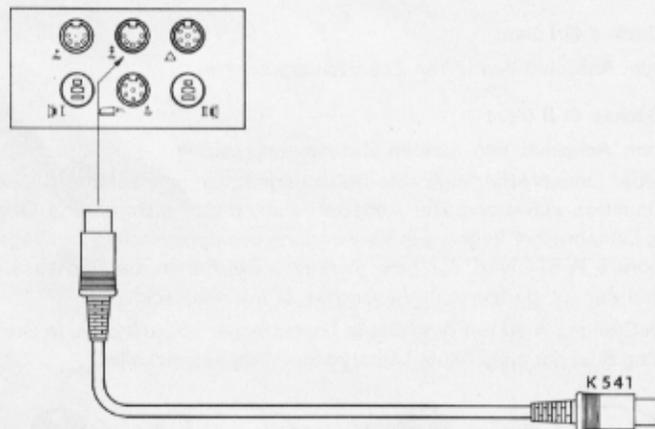
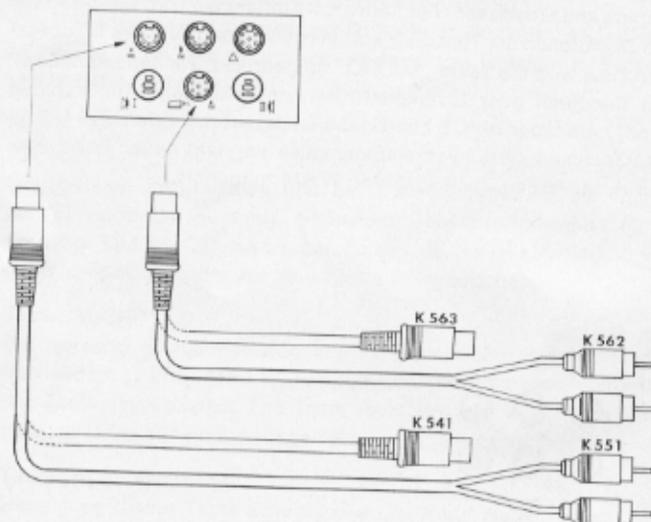
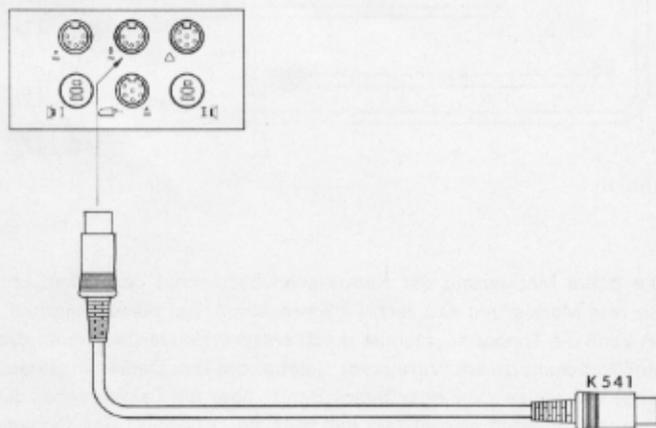

Abb. 3
Abb. 5
Abb. 6
Abb. 3 zeigt schematisch den Anschluß der Geräte an einen HiFi-Verstärker mit Normbuchse nach DIN für Tonbandaufnahme und -wiedergabe. Alle übrigen Tonquellen, wie Rundfunkempfänger, Plattenspieler usw., werden an den entsprechenden Eingängen des Verstärkers angeschlossen. Der Verstärker wird mit dem Stereokabel Typ K 541 an der Buchse  des Tonbandgerätes angeschlossen. Damit ist auch die Aufnahme aller mit dem Verstärker
verbundenen Tonquellen während der Übertragung durch die Anlage möglich. Die Taste „MICRO“  darf nicht gedrückt sein. Tonbandaufnahmen können vor Band oder hinter Band mitgehört werden. Zweckmäßigerweise benutzt man dazu den dynamischen Zwillingshörer W 674. Selbstverständlich kann auch über die internen oder extern angeschlossenen Lautsprecher mitgehört werden (siehe dazu die Erläuterung zu Abb. 5).
Abb. 5 stellt die Verbindung mit einem HiFi-Verstärker, der über einen Monitoranschluß und Monitorschalter zum wahlweisen Mit-hören „vor und hinter Band“ ausgestattet ist, dar. Die Aufnahme-verbinding erfolgt vom Ausgang für Tonbandgeräte des Verstärkers zur Buchse  des Tonbandgerätes mit einem Kabel Typ K 551. (Cinchbuchsen am Verstärker) bzw. K 541 (Normbuchsen nach DIN am Verstärker).
Abb. 6 stellt den Anschluß an Steuergeräte, Rundfunkgeräte oder Musikschränke mit Normbuchse nach DIN für Tonbandaufnahme und -wiedergabe dar. Die Verbindung erfolgt, wie unter dem Beispiel Abb. 3 beschrieben, mittels der Stereo-Tonleitung K 541. Ein Plattenspieler wird am Steuergerät, Rundfunkgerät oder Musikschrank angeschlossen. Für Mikrophon-Aufnahmen wird der Anschluß von Mikrofonen am Tonbandgerät vorgenommen. Nur bei Mikrophon-aufnahme wird die Taste „MICRO“ ⑫ gedrückt. Tonbandaufnahmen von Rundfunk oder Schallplatte können „vor Band“ und „hinter Band“, wie unter Abb. 5 beschrieben, mitgehört werden. Bei Mikrophon-aufnahmen wird zweckmäßigerweise vor und hinter Band über den dynamischen Zwillingshörer W 674 mitgehört.
Je nach Aufbau der HiFi-Anlage wird entweder über Lautsprecher oder den dynamischen Zwillingshörer W 674 mitgehört. Bei Verwendung des Hörers wird die Mithörlautstärke mit dem Doppelregler „LAUTSTÄRKE“ ⑧ gewählt. Durch Drücken der Taste „MITHÖREN“ ⑩ kann wahlweise von „MITHÖREN HINTERBAND“ auf „MITHÖREN VORBAND“ umgeschaltet werden. Dadurch ist ein ständiger Vergleich zwischen Original und Aufzeichnung möglich. Bei HiFi-Verstärkern mit Monitorschalter erfolgt die Umschaltung auf Mithören vor oder hinter Band mit dem Umschalter des Verstärkers (hierzu siehe Abs. 2.6 „Anschluß an die HiFi-Anlage“ Abb. 3).